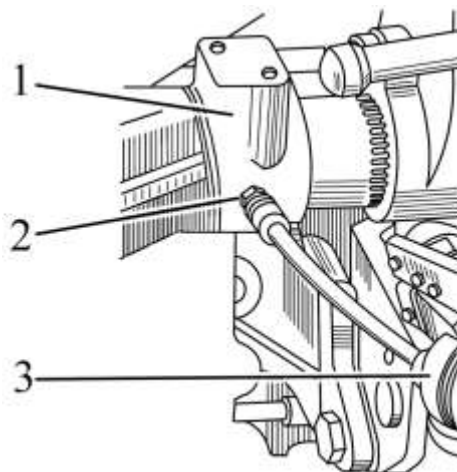

Рисунок 6.4.6 – Смазка втулок поворотного вала ЗНУ
- очистить две масленки 2 (рисунок 6.4.6), расположенные в кронштейне ЗНУ 1, от загрязнений и засохшей смазки;